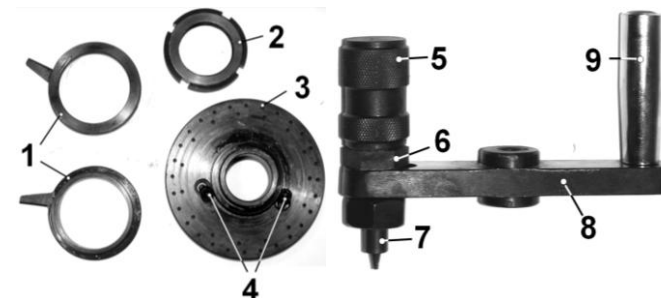

Рис. 2.
5.2. Как показано на Рис. 2, открутите с делительной головки гайку (2), снимите две линейки (1).
5.4. На место нониуса установите делительный диск (3), совместив отверстия на корпусе поворотного стола (11) и делительного диска (3), закрепите двумя болтами (4); установите и закрепите гайкой (2) две линейки (1), Рис. 2, 3.
5.5. На место маховика делительной головки установите маховик (8), закрепите гайкой (10), Рис. 2, 3.
6.1. На делительном диске (3), Рис. 2, выполнены два ряда равноудалённых отверстий, предназначенных для деления заготовки на разные углы поворота.
6.2. Для установки фиксатора (5) с пальцем (7) на требуемую окружность делительного диска (3), Рис. 2, отпустите зажимную гайку (6), оттяните фиксатор (5), переместите фиксатор (5) в зону окружности используемых отверстий. Отпустите фиксатор (5) так, чтобы палец (7) попал в одно из отверстий. Закрепите положение гайкой (6).